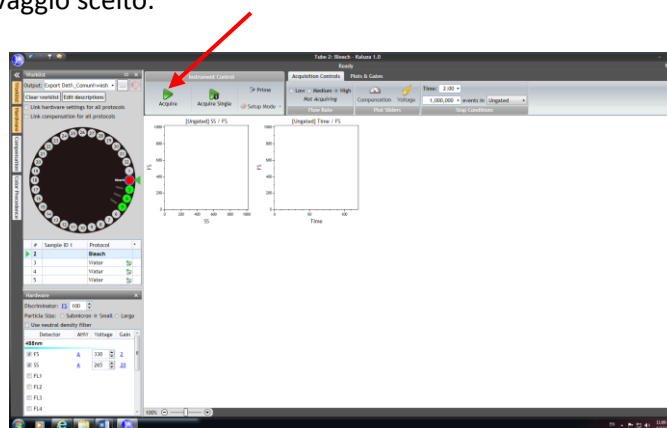

Figura 16
1.3.7. Chiudere il coperchio del vano porta carosello del citofluorimetro Gallios ed avviare il lavaggio da “Acquire” (Figura 16) in modo da acquisire in sequenza tutti i tubi previsti dalla lista di lavoro del protocollo di lavaggio scelto.